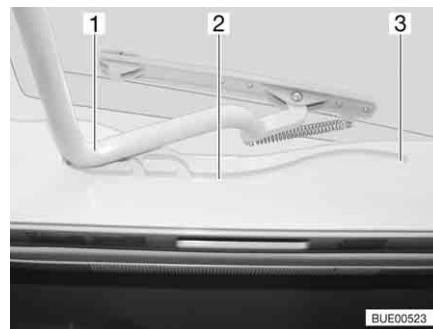

Fig. 126 Claraboya Heki, guía
- Tirar el estribo (Fig. 126,1) en las guías (Fig. 126,2) hasta la posición trasera final (Fig. 126,3).
- Empujar el estribo (Fig. 126,1) ligeramente hacia arriba con ambas manos.
- Tirar el estribo en las guías (Fig. 126,2) hasta la posición deseada.